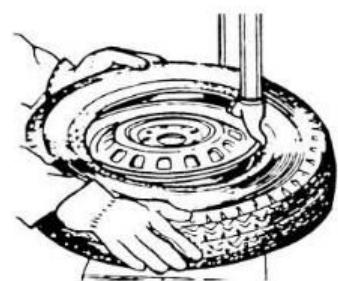

Figure 7
6. Répétez l'opération précédente pour monter le pneu sur l'autre talon (figure 7).